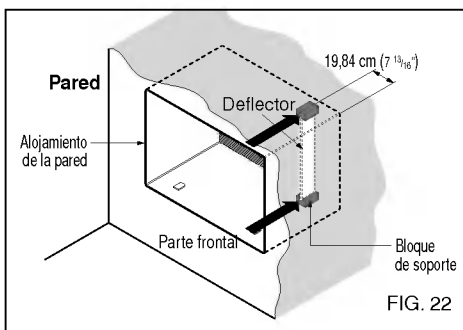

FIG. 22
- 6** Extraiga la parte posterior de los bloques de soporte y fíjelos al interior del alojamiento de la pared según se muestra en la FIG 22. Deslice el deflector en las ranuras de los bloques de soporte.